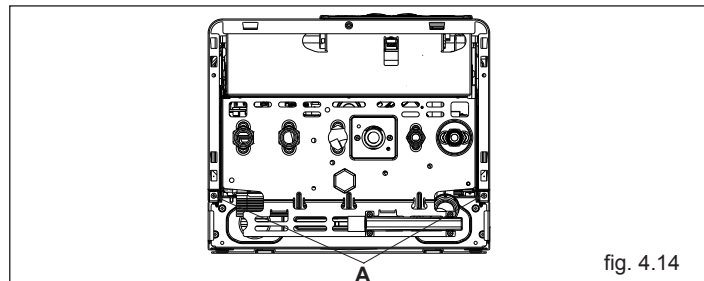

fig. 4.14
- Rimuovere il mantello svitando le viti di fissaggio **A** (fig. 4.14).